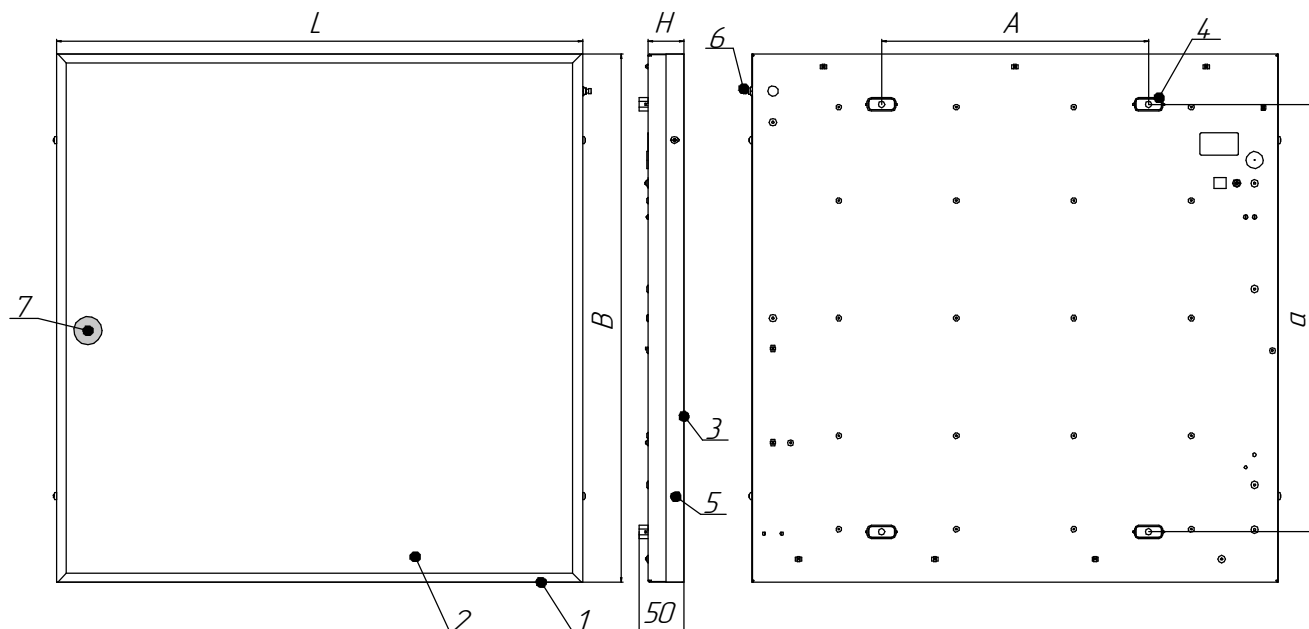

Рисунок 1 - Светильник Alenka LED/S
5.3 Снимите боковую планку поз.3, отвернув удерживающие ее винты поз.5 (рис. 1).
5.8 Подайте напряжение питания по некоммутируемой сети освещения. Индикатор заряда должен зажегся (см. рисунок 1, поз.7). Если индикатор заряда не зажегся, то необходимо проверить правильность подключения светильника. Затем подайте напряжение питания по коммутированной сети освещения. Если светильник не светит, то так же проверьте правильность его подключения.
Кнопка "Тест": выключите светильник. Зажмите кнопку на торце светового прибора (см. рисунок 1, поз. 6). Источник питания светильника переключится в аварийный режим, напряжение на светодиодные модули будет подаваться от аккумулятора. Для возврата в рабочий режим, отпустите кнопку ручного тестирования.